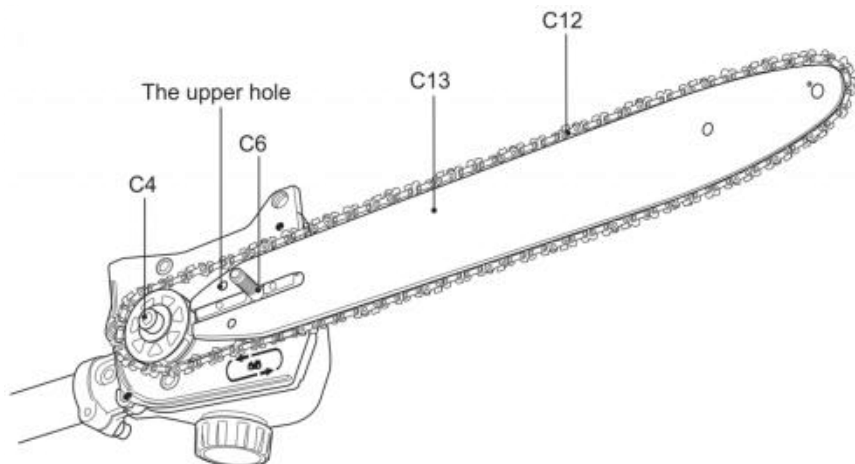

Fig. 10
6) Rikta in sågkedjan (C12) och svärdet (C13) med drivhjulet (C4) och monteringsbulten (C6). Läggs sågkedjan (C12) runt drivhjulet (C4) och sänks sedan svärdet (C13) för att montera det på monteringsbulten (C6). Se till att spännstiftet är isatt i det övre hålet på svärdet (C13). (Bild 10)